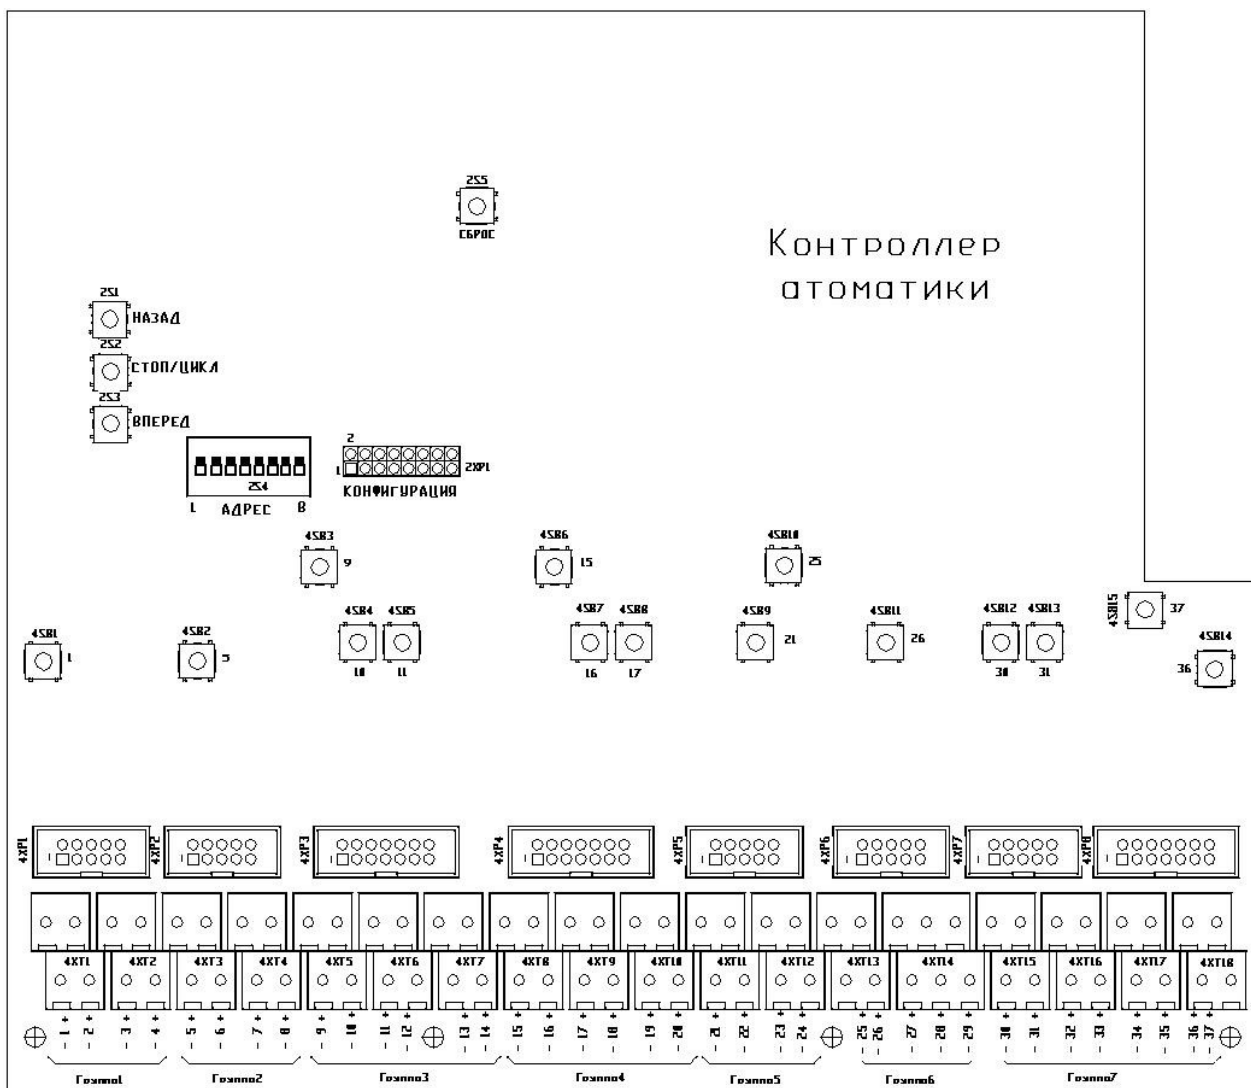

Рисунок 3.5. Плата контроллера автоматики «БУНС-Н6»
3.6 На плате контроллера автоматики (A1) установлены (см. рисунок 3.5):
4.2.2 Технологические органы управления расположены на плате контроллера автоматики (см. рисунок 3.5) – малогабаритные кнопки 4SB1-4SB15, 2S5, восьмипозиционный DIP-переключатель 2S4 и разъем 2XP1 из 16 контактов для установки перемычек. Назначение технологических органов управления показано в таблице 4.3.
БУНС имеет 37 входных шлейфов с контролем исправности цепи для подключения агрегатов насосной станции. Клеммные колодки для подключения входных шлейфов расположены на плате контроллера автоматики (см. рисунок 3.5).